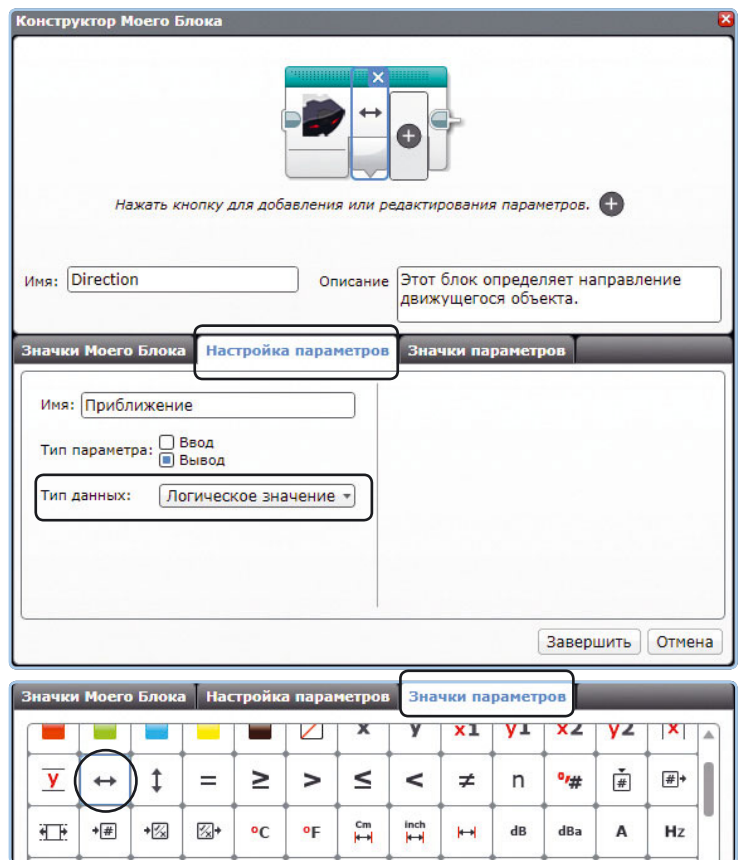

Рис. 15.26. Выполните настройку контейнера «Мой блок» и его логического вывода, как показано на рисунке
2. Выделите все четыре блока и выберите команду меню **Инструменты** ▶ **Конструктор Моего Блока** (Tools ▶ My Block Builder). Укажите слово **Direction** в качестве имени блока и выберите значок в виде инфракрасного датчика, как показано на рис. 15.26.
3. Добавьте один параметр и настройте его, указав тип параметра **Вывод** (Output), тип данных **Логическое значение** (Logic) и имя **Приближение**. Затем выберите подходящий значок, как показано на рис. 15.26. Нажмите кнопку **Завершить** (Finish).